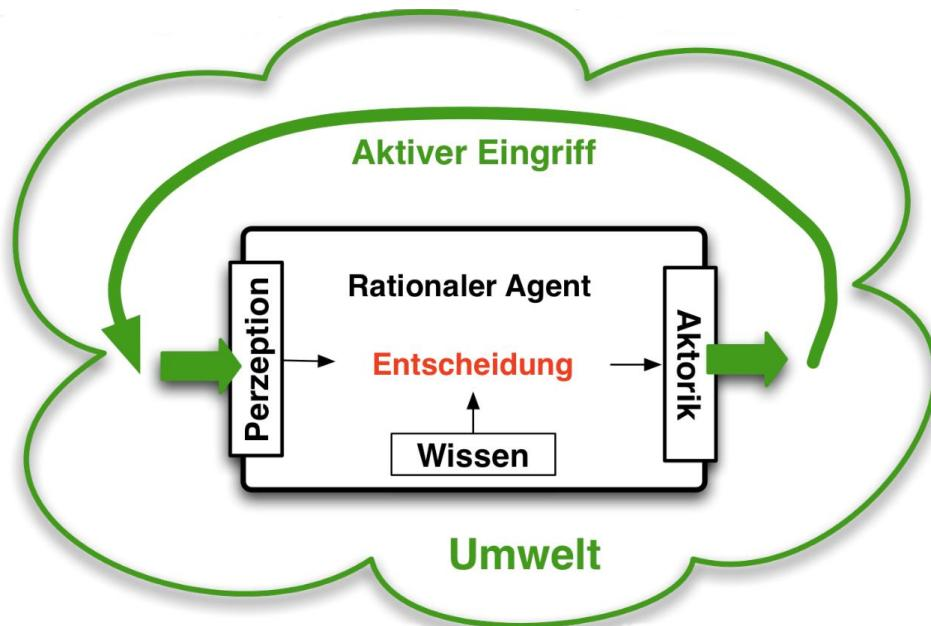

Abbildung 51: Der Agentenzyklus: Jede Modellbildung der Welt ist starke Reduktion
- Definiert durch den Agentenzyklus: **Perzeption – Entscheidung – Handlung** (Abbildung 51)